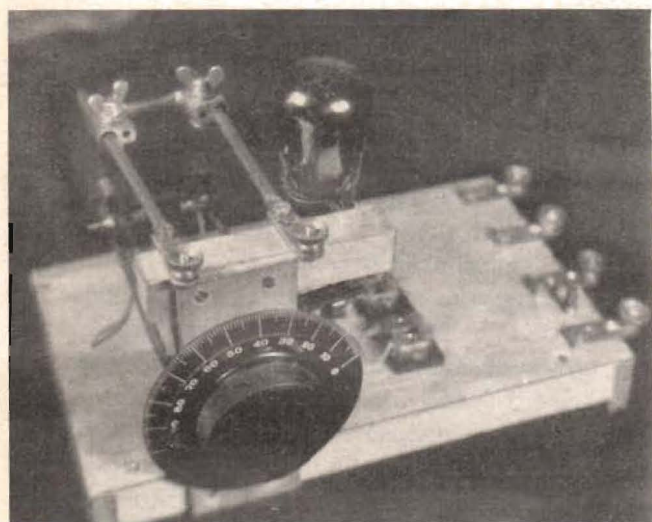

Fig. 2. Trå bilder av ultrakortvågsoillatorn. Oscillatorröret är fäst vid trästativet medelst ett smalt kopparbleck runt sockeln.
Kopplingsschemat för den lilla miniatyrsändaren återfinnes i fig. 1. Några upplysningar om apparatens praktiska utformning torde intressera de amatörer som syssla med ultrakortvågssändning. Som framgår av fig. 2 består svängningskretsens induktansspole av två kopparrör (de två undre), monterade direkt på avstämningskondensatorn, vars ratt är synlig å figuren. Kopparrören äro sinsemellan förbundna medelst en kondensator på 5 000 cm ( $C_2$  i fig. 1), vilken medelst två av kopparbleck tillverkade klämmor kan förskjutas utes efter kopparrören. Genom en dylik anordning kan man lätt ändra avstämningsspolens storlek. Ovanför svängningskretsen är en »kopplingsspole», likaledes bestående av kopparrör, monterad. Denna kopplingsspoles storlek kan varieras genom att ett kortare kopparrör, som förbinder
*Fig. 2. Inkopplingen av kontrolltelefonen på ledningen mellan förstärkare och gravermaskin. Motstånden anpassas efter förstärkarens utgångseffekt, så att god hörtelefonstyrka erhålles.*
Har förstärkaren en utgångseffekt av 4 W eller mera, kan kontrolltelefonen inkopplas till ledningen mellan förstärkaren och inspelningsmaskinen i serie med ett par motstånd, som fig. 2 visar. Man kan ju förlänga hörtelefonledningen, om det skulle behövas. Är mikrofonledningen skärmd, kan man vid koppling enl. fig. 2 ha telefonledningen rätt nära den förra, utan att störningar uppstå. När man skall kopiera skivor eller dylikt och strax före eller efter vill säga några ord i mikrofonen, så är det bra att ha kontrolltelefonen på sig hela tiden. Man får na-